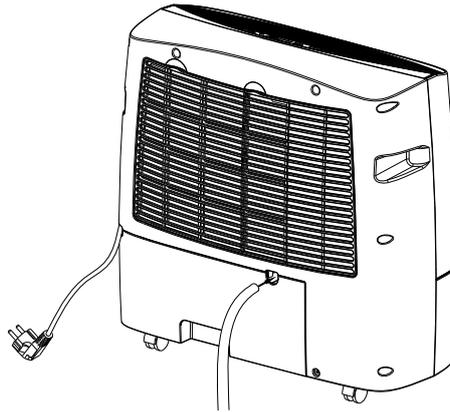

Abb. 3
1. Einen Wasserschlauch mit Innendurchmesser 12mm an das Wasserablaufloch anschließen. (Abb. 3) * Beachten Sie bitte, dass *im Lieferumfang des Geräts kein Wasserschlauch enthalten ist.*